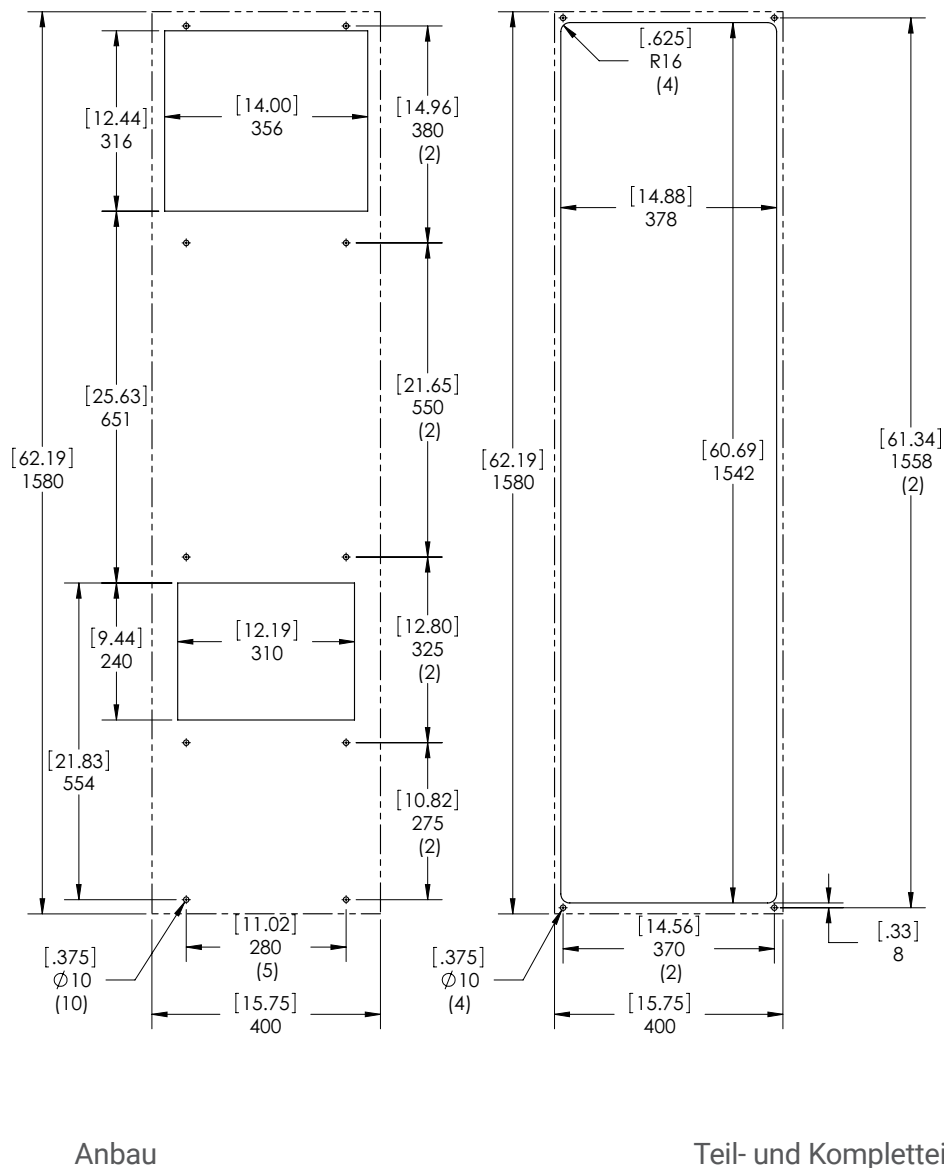
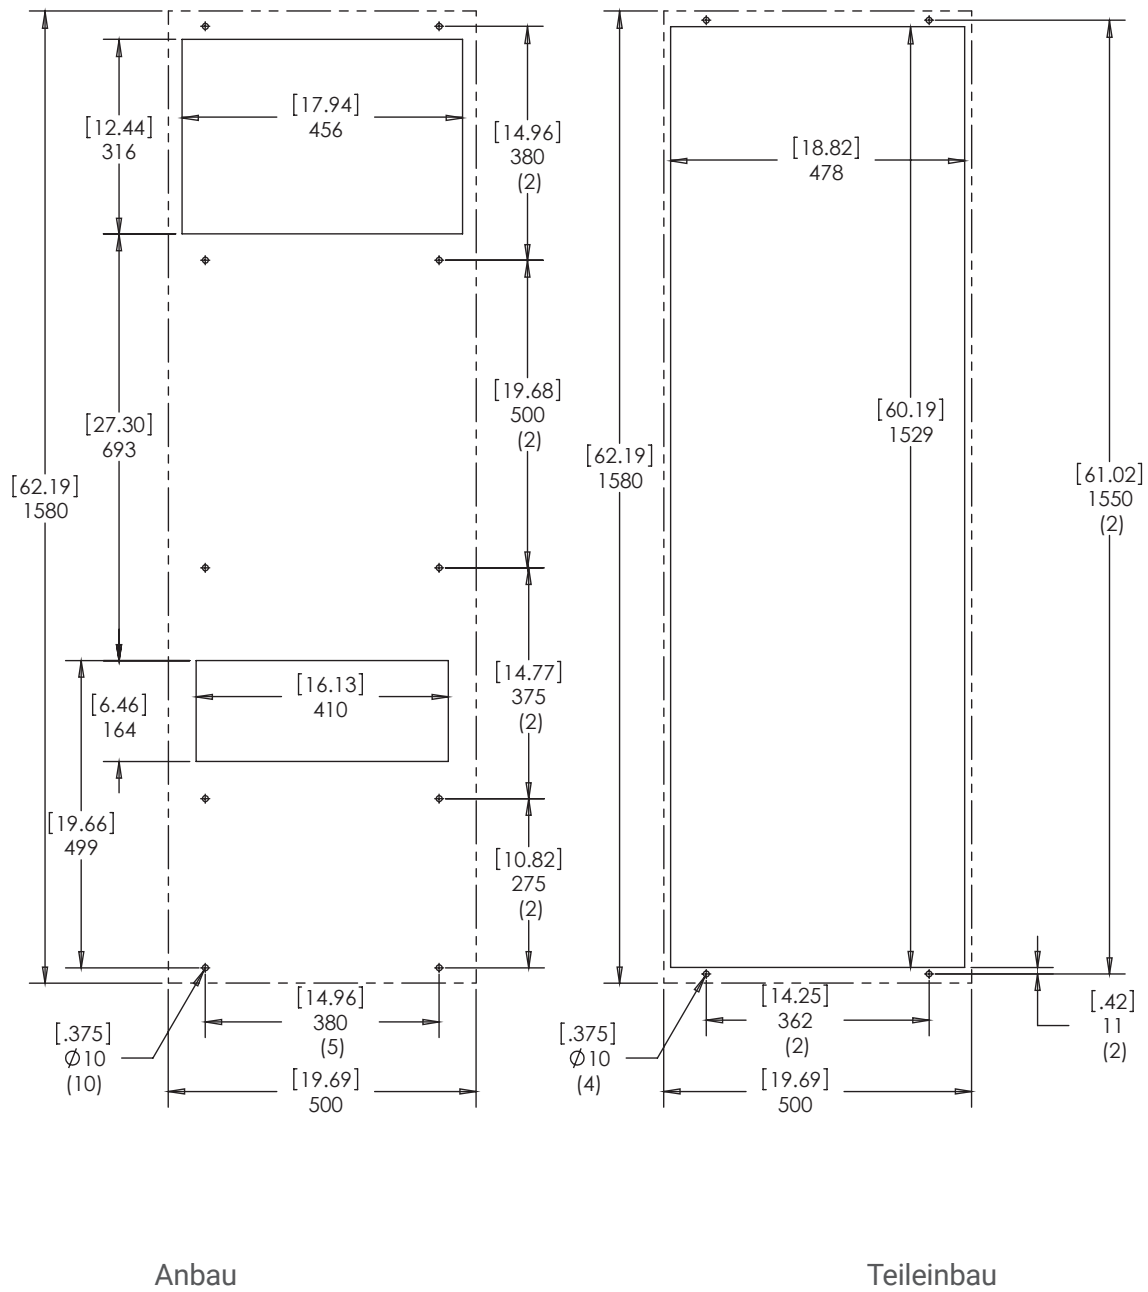

Figure 16
Figure 17
2. Bereiten Sie den Schrank anhand der mitgelieferten Ausschnittschablone vor (siehe Figure 16 und Figure 17). An der Vorderseite des Geräts muss ein Abstand von mindestens 0,5 m eingehalten werden, damit der Luftstrom nicht behindert wird. An den Seiten des Geräts müssen jeweils mindestens 5 cm Abstand eingehalten werden. Damit die Kondensatauffangwanne nicht überläuft, darf das Gerät nicht mehr als 3° zur Ebene geneigt sein.